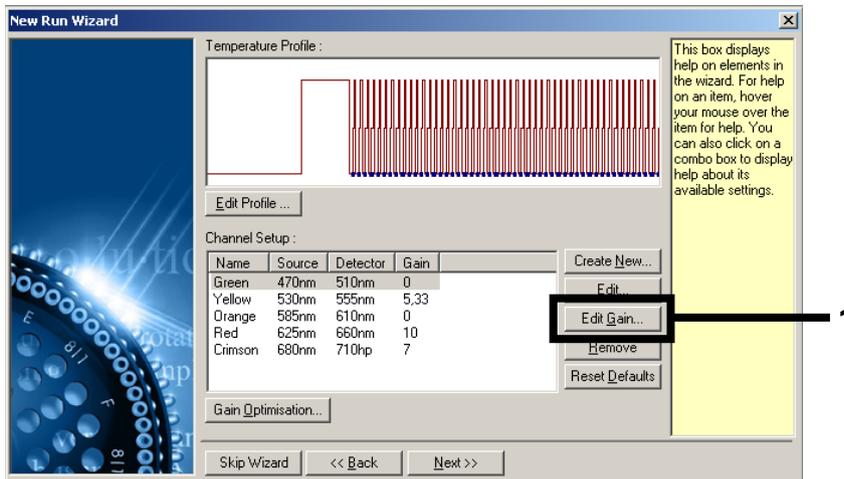

Figura 5. Edición manual de los valores de ganancia.
6. Haga clic en **Edit Gain** (Editar ganancia) para editar los valores de ganancia de forma manual (figura 5).